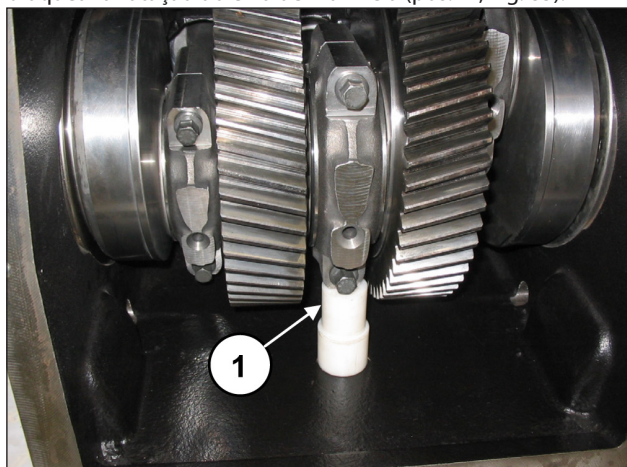

Fig. 85
Insira uma espessura sob o fuste da biela central para bloquear a rotação do eixo de manivela (pos. ①, Fig. 85).